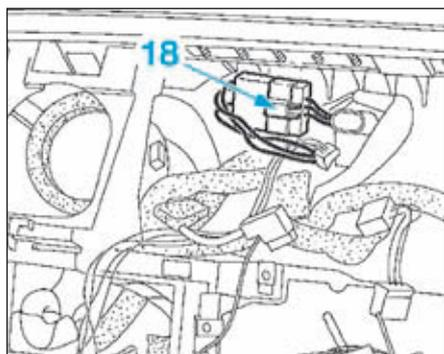

FIG.19
- Déclipper et débrancher le connecteur (18) (Fig.19).